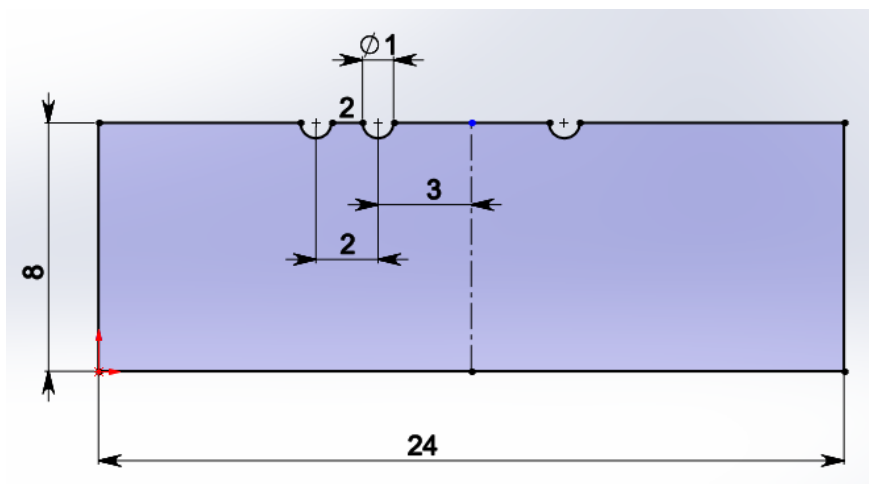

Рис. 4. Построение эскиза
5. Используя табличные размеры *C* и *D* своего варианта, строим эскиз (рис. 4).